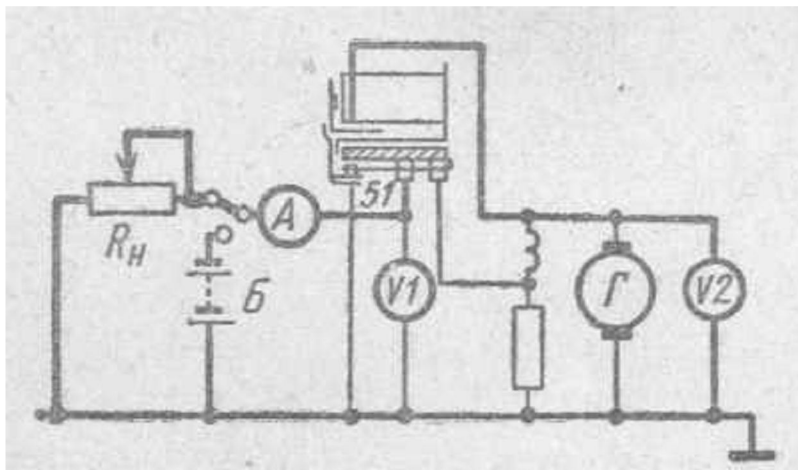

Рис. 96. Принципиальная схема стенда для проверки реле-регулятора:
2. Напряжение при нагрузке. Подключают к клемме 51 (см. рис. 96) нагрузочный проволочный резистор Rн (1 ом), амперметр и вольтметр V1. При числе оборотов 1500 в минуту стрелка амперметра должна перейти через 0 (показывая изменение направления тока), а напряжение составлять 6,2-6,8 в. При максимальном числе оборотов сила тока должна быть равна 1-2 и, а напряжение 6,8-7,2 в. Регулировку производят регулировочной гайкой. После этого обязательно проверяют напряжение без нагрузки, как в предыдущем случае.